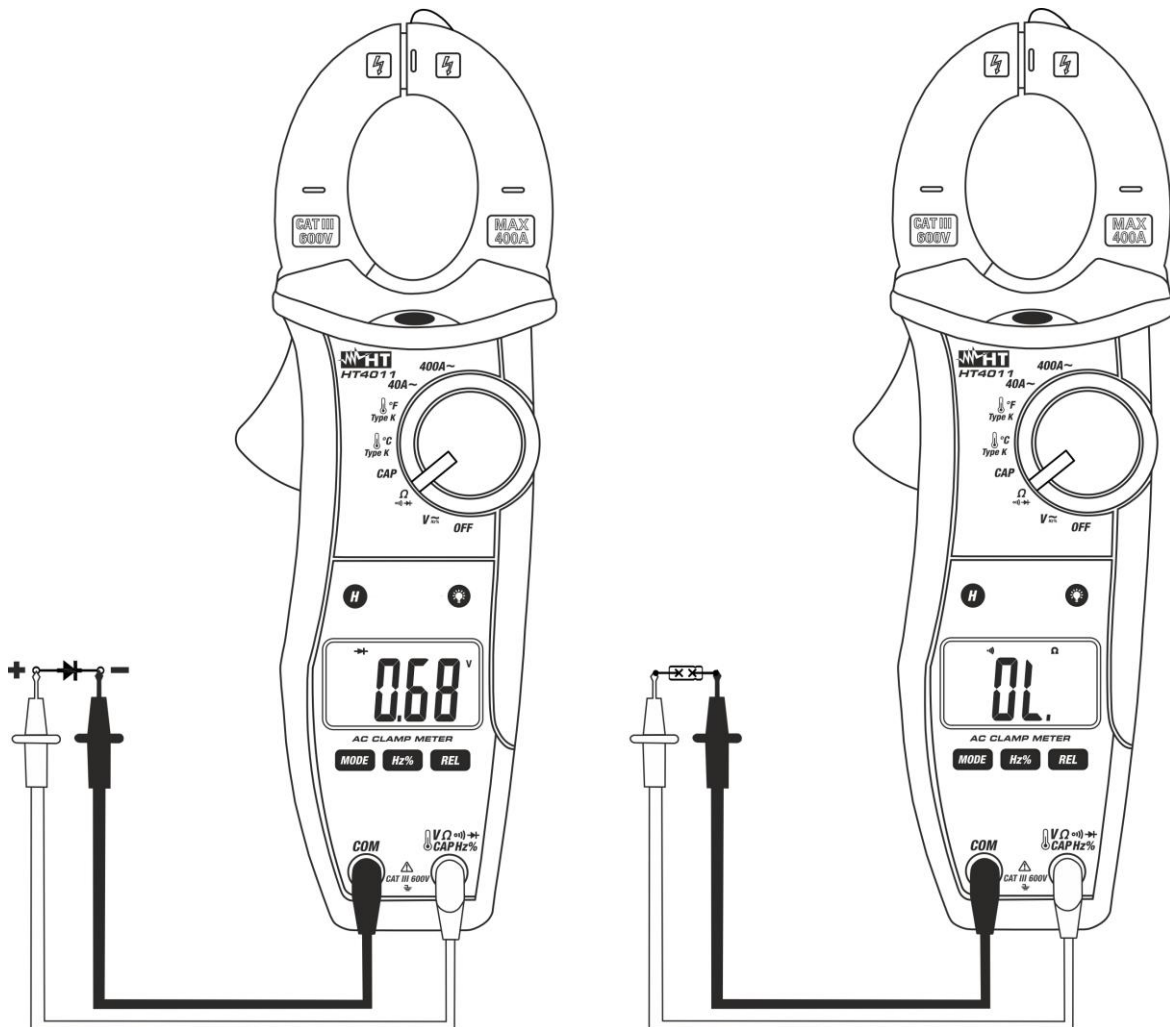

Fig. 7: Uso della pinza per Test Continuità e Prova Diodi
3. Inserire il cavo rosso nel terminale di ingresso **VΩ** e il cavo nero nel terminale di ingresso **COM** ed eseguire il test di continuità sull’oggetto in prova (vedere Fig. 7 – parte destra). Il cicalino emette un segnale acustico quando il valore della resistenza misurata è inferiore a circa 150Ω
5. Connettere il puntale rosso all’anodo del diodo e il puntale nero al catodo in caso di misura di polarizzazione diretta (vedere Fig. 7 – parte sinistra). Invertire la posizione dei puntali in caso di misura di polarizzazione inversa